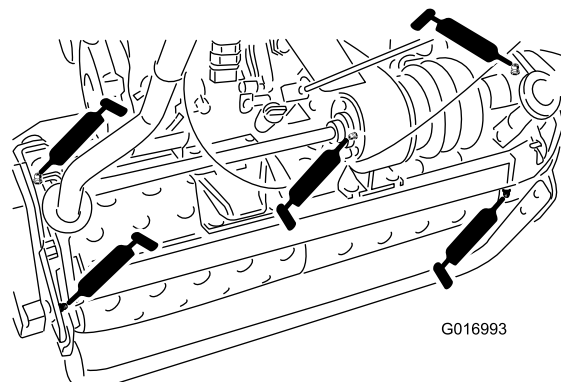

Figura 18
- 2 nos eixos do tambor (Figura 18)
- 3 no diferencial (Figura 18)